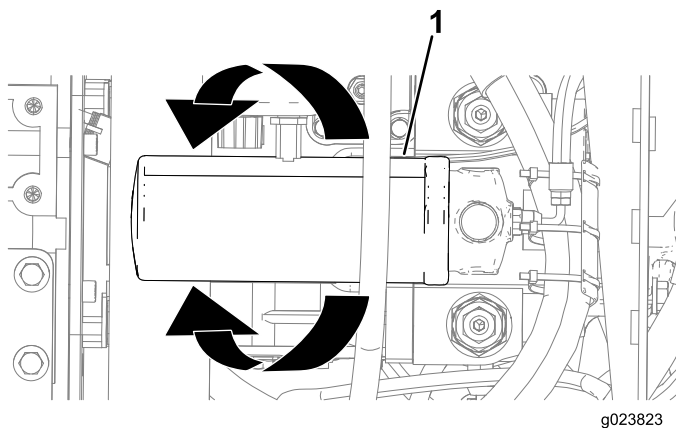

Figura 118
3. Coloque un recipiente de drenaje o varios trapos debajo del filtro de carga hidrostática (Figura 118).
4. Gire el filtro de carga hidrostática en sentido antihorario y retire el filtro (Figura 118).
6. Alinee el filtro de carga hidrostática con su asiento, y gírelo en sentido horario hasta que la junta del filtro entre en contacto con el adaptador (Figura 118).